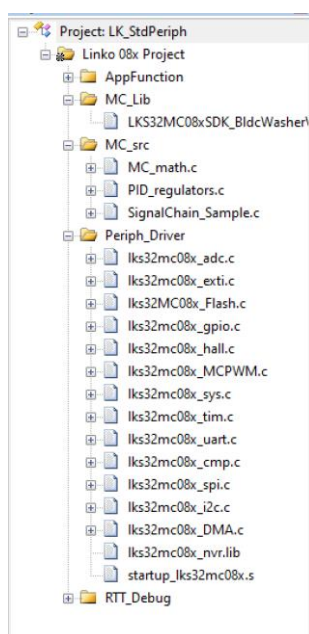

图 1.10 LKS08 驱动库
1、程序烧写：程序烧写有两种模式：不上主电时，可通过 Jlink 5V 供电接入程序烧写口；上主电调试时，Jlink 需要额外隔离模块接入程序烧写口。如图 1.10 所示，方案包中已配套应用程序，该 SDK 提供了 LKS08 系列标准驱动库，包含 ADC、MCPWM、OPA、COMP、UART 等。用户可以按需添加其他模块。